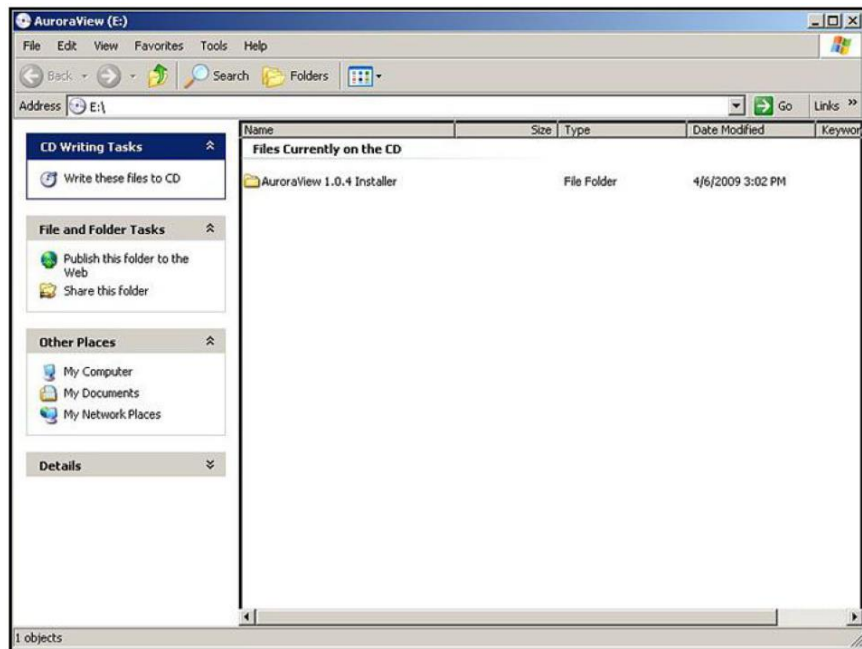

図 20 : 初期画面
2. インストールプログラムが自動的に開始されます（下の図 20 を参照）。開始しない場合は、Start→Run→Browse の順に選択します。